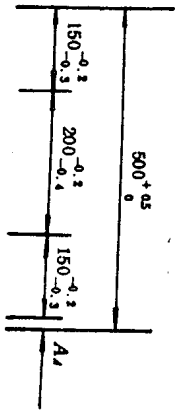

图 10-1
1. 有一尺寸链各环基本尺寸及加工偏差如图10-1所示, 试求装配后, 其封闭环 A_4 可能出现的极限尺寸。